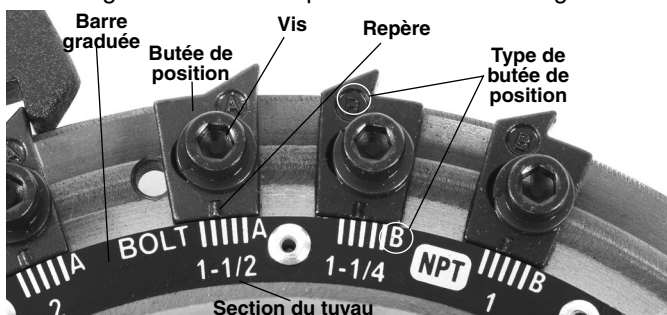

Figure 3 – Réglage du filetage
6. Vérifiez systématiquement que vous utilisez la butée appropriée (Figure 3).